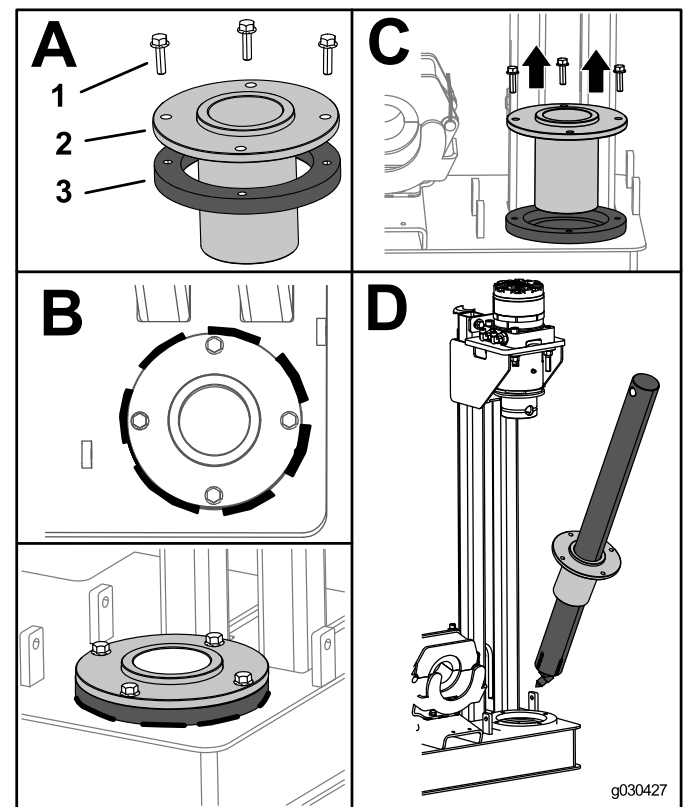

Figure 4
- Soudez l'anneau de guidage sur la machine en utilisant 7 soudures de 5 cm par 0,64 cm (2 po par 0,25 po) également espacées, comme montré dans l'encadré B de Figure 4.
- Déposez les boulons et le guide de vrille (encadré C de Figure 4).
- Placez le guide sur la vrille et guidez la vrille dans l'anneau de guidage sur la machine (encadré D de Figure 4).
- Fixez l'anneau de guidage sur le guide soudé à l'aide de 8 boulons (M8-1 1/4 x 20 mm), comme montré à la Figure 4.